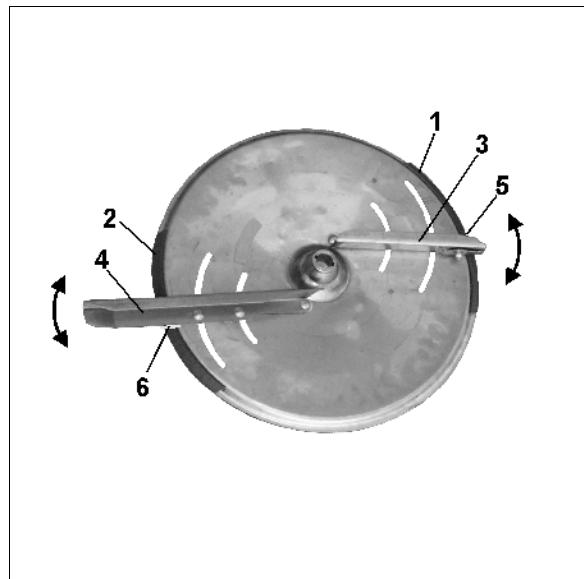

Рис. 33
Для точной настройки положения отдельных распределяющих лопастей без применения инструментов на распределяющих дисках расположены различные шкалы, которые невозможно перепутать (Рис. 33/1 и Рис. 33/2).
Более коротким распределяющим лопастям (Рис. 33/3) относится шкала (Рис. 33/1) со значениями от 5 до 28, а более длинным распределяющим лопастям (Рис. 33/4) - шкала (Рис. 33/2) со значениями от 35 до 55.
Перемещение распределяющих лопастей на более высокое значение шкалы (Рис. 33/1 или Рис. 33/2) увеличивает ширину захвата.
- Найдите деление для положения короткой распределяющей лопасти на шкале (Рис. 33/1).
- Грань с делениями для считывания (Рис. 33/5) короткой лопасти (Рис. 33/3) переместите на значение шкалы, и снова затяните барашковую гайку.
- Найдите деление для положения длинной распределяющей лопасти на шкале (Рис. 33/2).
- Грань с делениями для считывания (Рис. 33/6) длинной лопасти (Рис. 33/4) переместите на значение шкалы, и снова затяните барашковую гайку.